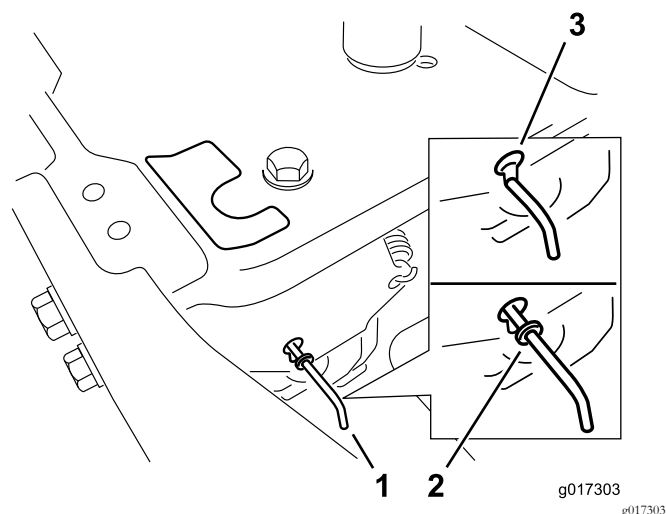

Figure 25
4. Déplacez les leviers de dérivation en avant dans l'encoche en trou de serrure, puis vers le bas pour les verrouiller en position (Figure 25).
Déplacez les leviers de dérivation en arrière dans l'encoche en trou de serrure, puis vers le bas pour les verrouiller en position, comme montré à la Figure 25.